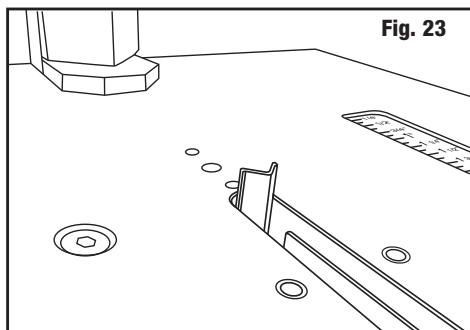

Fig. 23
- Con el dedo índice, presione el empujador de grapas hacia arriba lo máximo posible. (**Fig. 23**)
- Drücken Sie den Schieber mit dem Zeigefinger so weit wie möglich nach oben. (**Abb. 23**)